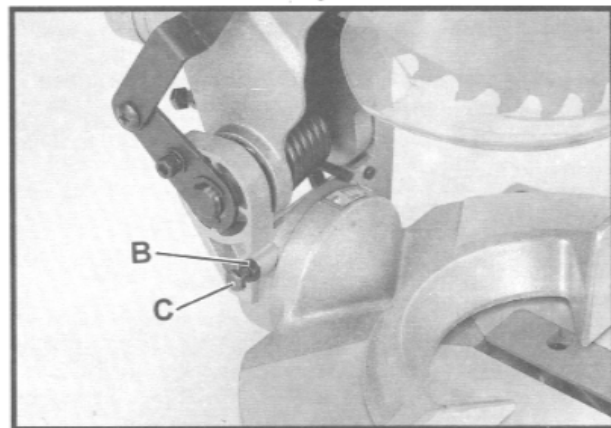

Fig. 25
4. Ist eine Korrektur nötig, die Mutter (B) Fig. 25 lösen und die Einstellschraube verstellen bis der 90° Winkel zwischen Tisch und Sägeblatt stimmt. Die Mutter (B) festziehen.